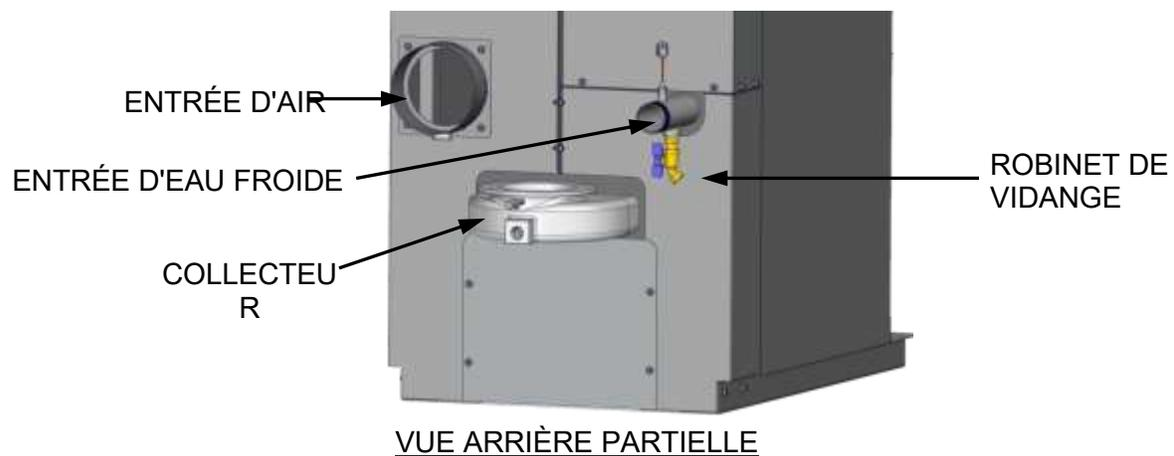

Figure 5.8-3 : Vue arrière du chauffe-eau montrant l'emplacement de l'entrée d'air
11. À l'arrière de l'appareil, bloquer partiellement l'entrée d'air (figure 5.8-3) avec une tôle de contreplaqué ou une plaque de métal.